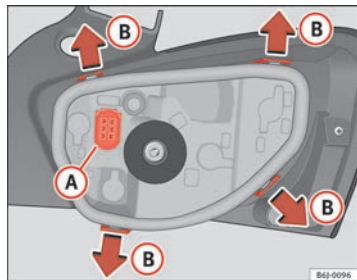

Abb. 144 Glühlampenersatz Rückleuchten
- Nehmen Sie die Lampenfassung aus dem Gehäuse heraus. Drücken Sie dazu die Laschen (B) in Richtung der Pfeile ⇒ Abb. 144.